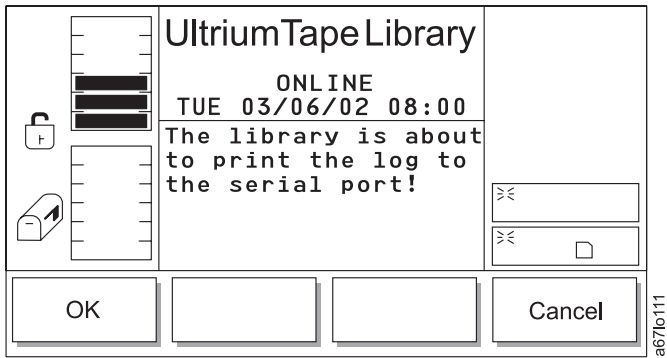

Abbildung 100. Druckdialog
- Wird **Print** ausgewählt, erscheint der Druckdialog (siehe Abb. 100 auf Seite 121).
Tabelle 49. Übersetzung von Abb. 100, Druckdialog